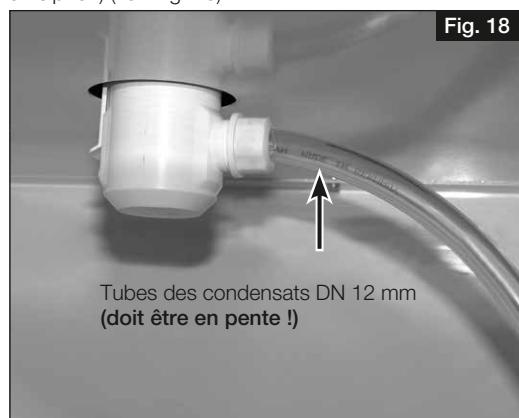

Fig. 18
6. Raccorder le tube des condensats (longueur max. 1,5 m) au système d'évacuation des eaux usées du bâtiment (à un siphon) (voir Fig. 18).